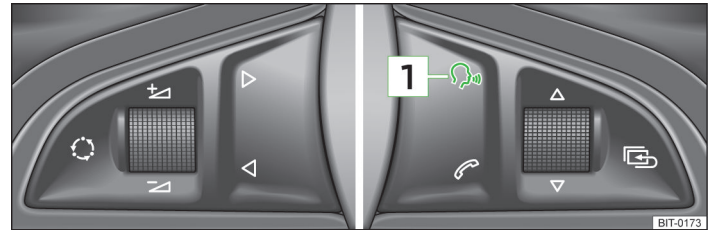

Abb. 83 Multifunktionslenkrad: Sprachbedienung
Durch kurzes Drücken der Taste **1** » Abb. 83 am Multifunktionslenkrad.
Wenn das System gerade eine Meldung abspielt, dann ist es notwendig, die gerade abgespielte Meldung durch kurzes Drücken der Taste **1** » Abb. 83 am Multifunktionslenkrad zu beenden.
- durch kurzes Drücken der Taste **1** » Abb. 83 am Multifunktionslenkrad.